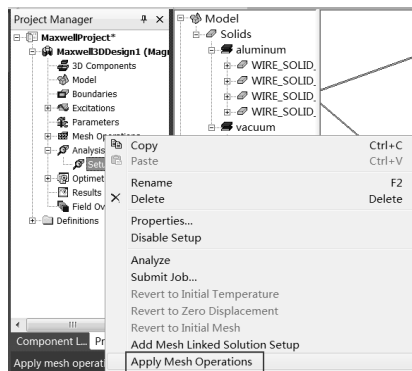
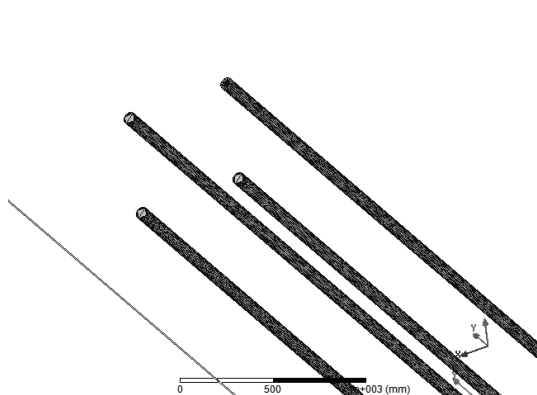
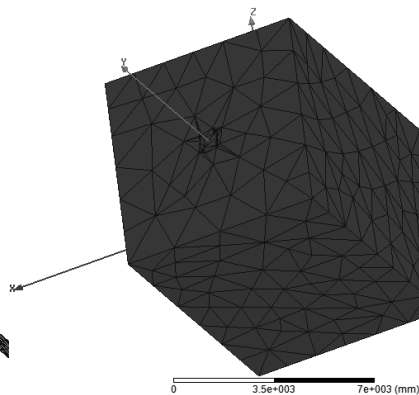

图 19-23 执行网格剖分
图 19-24 四分裂导线网格
图 19-25 求解域网格
Step5：划分网格。在 Project Manager 中的 Analysis→Setup1 选项上右击，在弹出的如图 19-23 所示的快捷菜单中选择 Apply Mesh Operations 命令，执行网格划分操作。划分完成的网格如图 19-24 和图 19-25 所示。